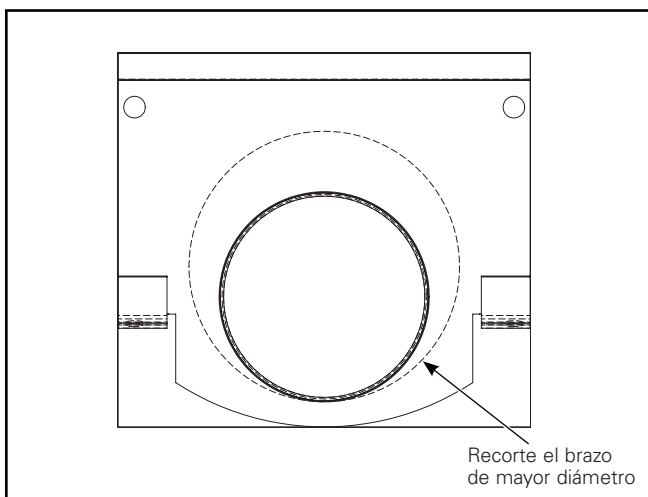

Figura 3.
**Nota:** Se incluye un protector contra pájaros precortado para acomodar los brazos de montaje de 1-1/2" de diámetro. Cuando use brazos de montaje de mayor diámetro, retire la sección de perforación de la protección contra pájaros (Figura 3)